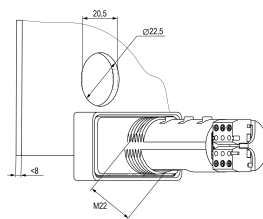

Abb. 2 Montageausschnitt
1. Bereiten Sie den Montageausschnitt mit einem Ø von 22,5 mm in der Schalttafel vor, in dem das Gerät montiert werden soll (siehe Abb. 2).